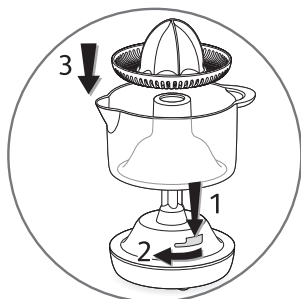

fig.1
- Placez d'abord la verseuse (B) et ensuite le cône plastique (C) sur le bloc moteur (A). Verrouillez l'ensemble (fig. 1).
- Place the jug (B) and then the plastic cone (C) on the motor unit (A). Lock the assembly (fig. 1).
- Plaats eerst de kom (B) en dan de kunststof perskegel (C) op het motorblok (A). Vergrendel het geheel (fig. 1).
- Setzen Sie den Behälter (B) und dann den Presskegel (C) auf den Motorblock (A). Verriegeln Sie den Behälter (Abb. 1).
- Coloque la jarra (B) y a continuación el cono de plástico (C) en el bloque motor (A). Bloquee el conjunto (fig. 1).